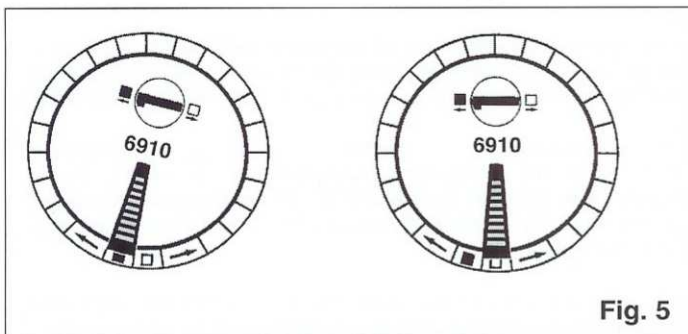
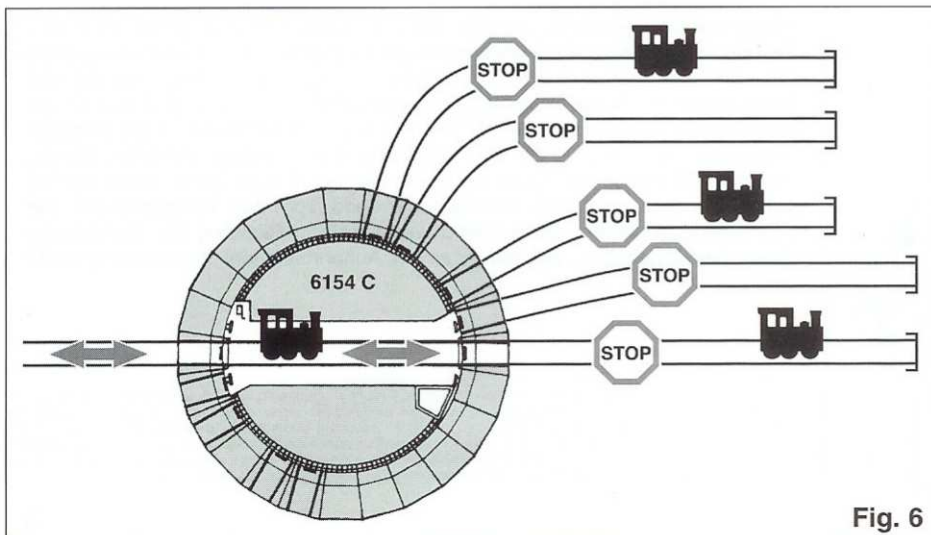

Fig. 5
Fig. 6
Stellt man den Drehscheibenschalter auf das Symbol "□", so wird der Gleisabgang mit Strom versorgt, der mit der Drehbühnenseite ohne Wärterhaus in Verbindung steht (Fig. 5/6).
Bei dieser Drehscheibe kann eine Lok auf einem Gleis stromlos abgestellt werden und gleichzeitig auf dem genau gegenüberliegenden, durch die Drehbühne verbundenen Gleis eine Lok rangiert werden (Fig. 6).
**Feeding the connecting track with power:** In conjunction with the turntable switch 6910, each connecting track of this "thinking" turntable can be selected to be fed with power from the turntable bridge (fig. 5/6). If the turntable switch 6910 is turned to the position marked "■", then the connecting track which is lined up with the turntable bridge side with the attendant's cab will be fed with power. If the turntable switch is turned to the position marked "□", then the connecting track which is lined up with the turntable bridge side without the attendant's cab will be fed with power. With this "comfort" turntable, then either one or the other track will be fed with power, and never both at the same time. In this way, a loco can be stored on a track without power, an simultaneously, one located on the track lined up immediately opposite the turntable bridge can still be operated (fig. 6).
**Alimentation des voies d'accès:** Contrôlée par la commande de plaque tournante 6910, cette plaque tournante "programmable" permet le choix de l'accès alimenté en courant électrique par le pont mobile. En positionnant la commande de la plaque sur le symbole "■", la voie de sortie se trouvant en regard du côté du pont mobile où se trouve la cabine de contrôle sera mise sous tension. Si l'on place la commande sur le symbole "□", c'est la voie de sortie située à l'opposé du pont qui sera alimentée. Sur la plaque "Comfort" l'une ou l'autre sortie sera alimentée en courant, mais jamais les deux ensemble. Cela permet d'amener une loco sur une voie sans tension, tout en rangeant une autre loco sur la voie opposée par rapport au pont mobile (fig. 5/6).
**Stroomtoevoer van de aansluitsporen:** Via de draaibrug worden de opstelsporen van stroom voorzien. Wanneer men de draaischijfschakelaar 6910 op het symbool "■" zet, dan krijgt alleen dat aansluitspoor stroom, dat met het draaibrugzijde **met** de bedieningshuisje in verbinding staat. Wanneer de draaischijfschakelaar op het symbool "□" staat, dan krijgt dat aansluitspoor stroom, dat met de draaibrugzijde **zonder** bedieningshuisje in verbinding staat. Bij de "Comfort"-draaischijf wordt of het ene andere spoor van stroom voorzien, maar nooit beide tegelijk. Hierdoor kan een loc op het ene spoor stroomloos staan, terwijl op het tegenoverliggende spoor (dus via de draaibrug met elkaar verbonden) met een andere loc gerangeerd kan worden (Fig. 5/6).